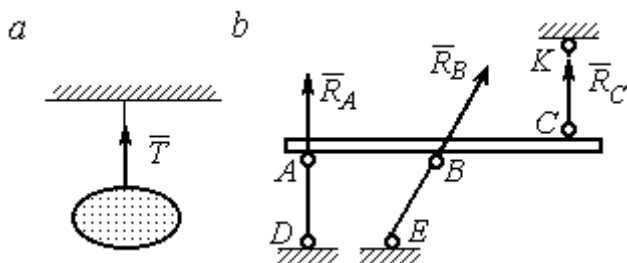

Рис. 1.3. Реакция гибкой нити и невесомого стержня
**Гибкая связь и жесткий невесомый стержень.** Связь в виде гибкой нерастяжимой нити (каната, троса) препятствует удалению тела от точки подвеса. (рис. 1.3, *a*). Реакция связи  $\vec{T}$ ,
Реакции невесомых стержней, удерживающих балку, изображённую на рис. 1.3, *b*, направлены исходя из предположения, что балка может перемещаться вниз. При этом стержни *AD* и *BE* сжаты, а стержень *CK* растянут.